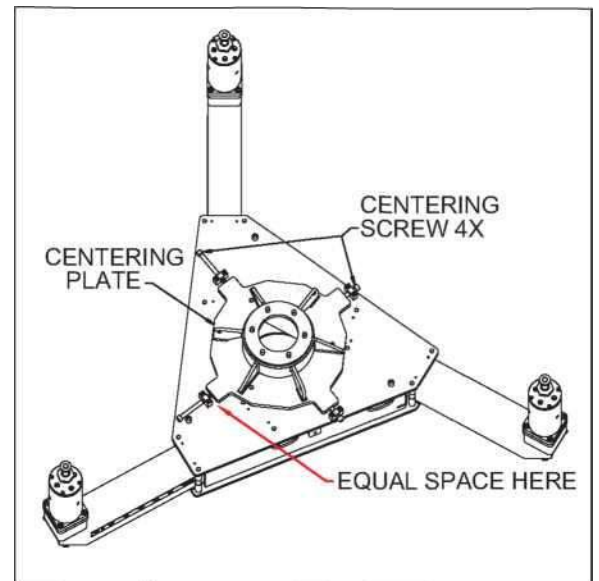

Abbildung 3-17. zentrierende Platte
2. Kontrollieren Sie, dass die zentrierende Platte grob zentriert ist, um die ZentrierEinstellung zu maximieren. Zum Zentrieren der Zentrierplatte stellen Sie die Zentrierschrauben so ein, bis der in Abbildung 3-17 rot markierte Abstand für alle vier Schrauben gleich ist.